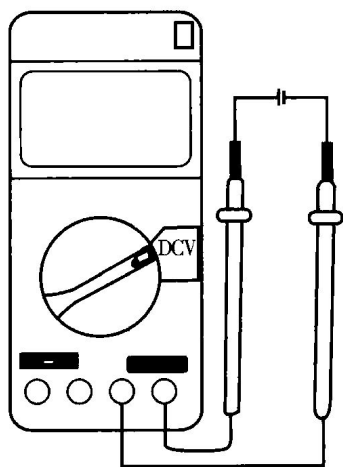
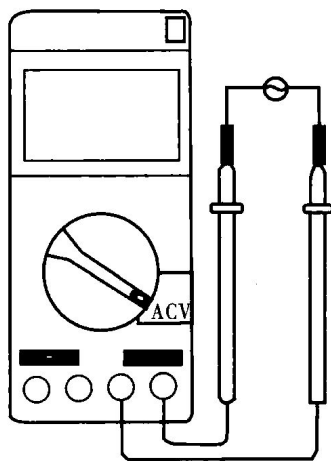

图 2-4 测直流电压
图 2-5 测交流电压
1) 电压测量：将黑表笔插入“COM”孔内，红表笔插入“V· Ω ”孔内，根据直流和交流电压选择合理量程（测直流电压，将功能开关置于“DCV”量程范围；测交流电压，将功能开关置于“ACV”量程范围），然后将红、黑表笔与被测电路并联，即可进行测量，如图 2-4、图 2-5 所示。在进行电压测量过程中应注意，如果不知道被测电压范围，将功能开关置于大量程并逐渐降低量程：如果显示“1”，表示过量程，功能开关应置于更高的量程；“ $\Delta!$ ”表示不要输入高于万用表要求的电压，显示更高的电压值是可能的，但有损坏内部线路的危险。在测高压时，还应特别注意避免触电。